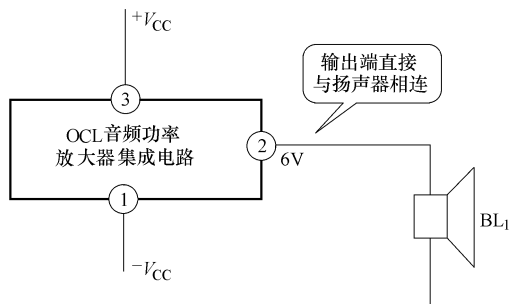

图 13-9 OCL 功率放大器集成电路输出引脚外电路
如图 13-9 所示是 OCL 功率放大器集成电路输出引脚外电路。②脚是 OCL 功率放大器集成电路的信号输出引脚，这种功率放大器集成电路信号输出引脚外电路特征是：信号输出引脚②脚与扬声器直接相连，没有耦合元件，这是 OCL 功率放大器电路信号输出引脚外电路的一个明显特征，与 OTL 电路不同。